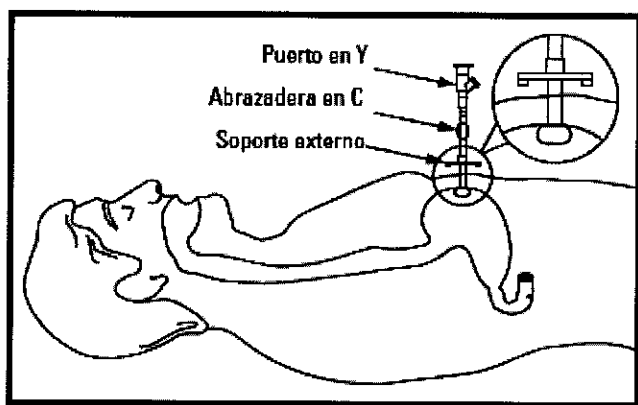

Figura 8
- Coloque la abrazadera en C y el puerto en Y en la sonda para GEP (figura 8).